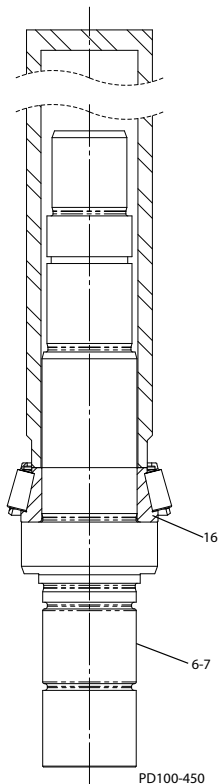

Figura 45 - Pressionar o Cone do Mancal sobre o Eixo
Método alternativo: Pressione o cone do mancal frontal (Figura 45, item 16) sobre os eixos (itens 6-7). O cone do mancal deve assentar diretamente no ressalto do eixo.